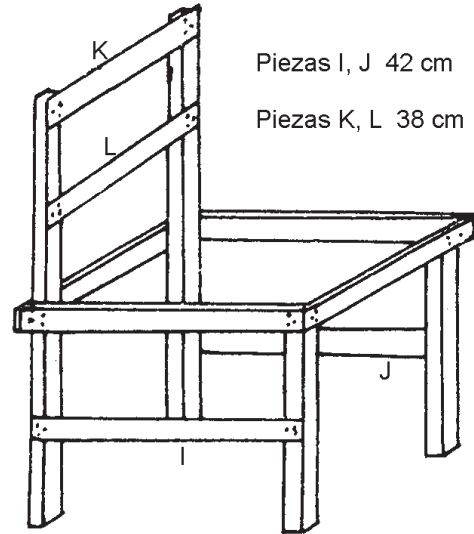

Figura 4
- Coloca los travesaños (I, J, K y L), empleando el ensamble en "T" a media solapa, que viste en la lección 8 "Ensamble de Madera", tal como te lo muestra la figura 4.